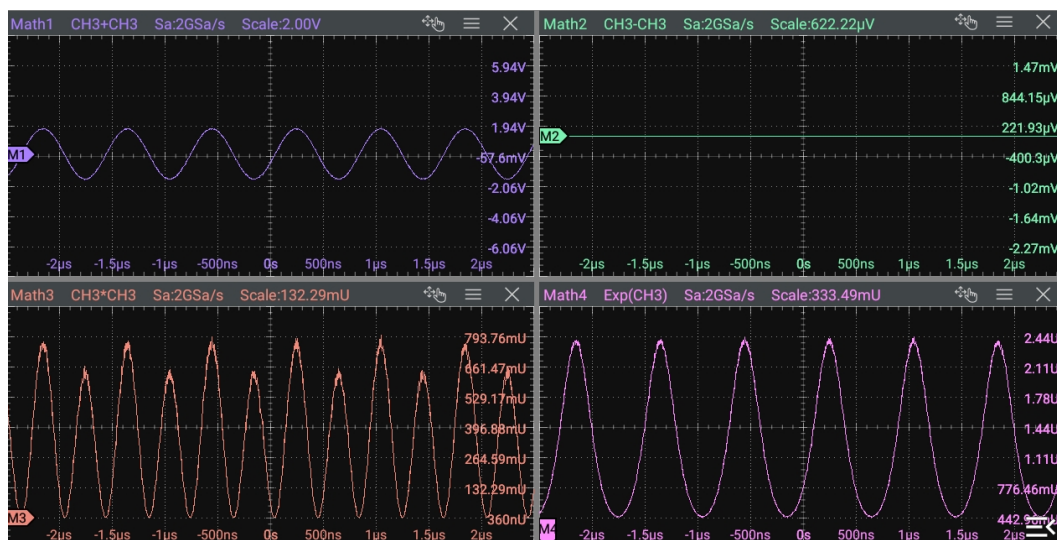

图 9.2 运算结果的波形显示窗口
- 点击屏幕下方的 Math1 ~ Math4 标签，会在屏幕上出现对应的界面，如 图 9.2 所示。
在 **数学运算** 中，点击 **运算** 开关按钮，可以选择打开（ON）或关闭（OFF）运算结果的波形显示窗口，默认选择 OFF。Math1~Math4 设置为 ON 后，屏幕上显示如 图 9.2 所示。